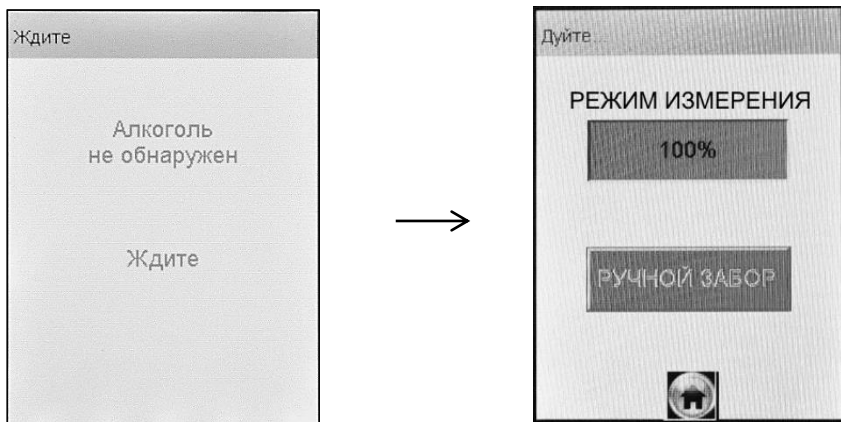

Рисунок 14 – Готовность к отбору пробы
– при положительном результате проверки (при отсутствии этанола и других компонентов), анализатор перейдет в окно готовности к отбору пробы (рисунок 14 справа);
Целесообразно прекратить выдох. Для возобновления процедуры измерения нажмите на виртуальную кнопку «**Повтор**», после перехода анализатора в режим готовности к отбору пробы (рисунок 14, справа) можно повторить выдох согласно 2.8.13 настоящего РЭ.